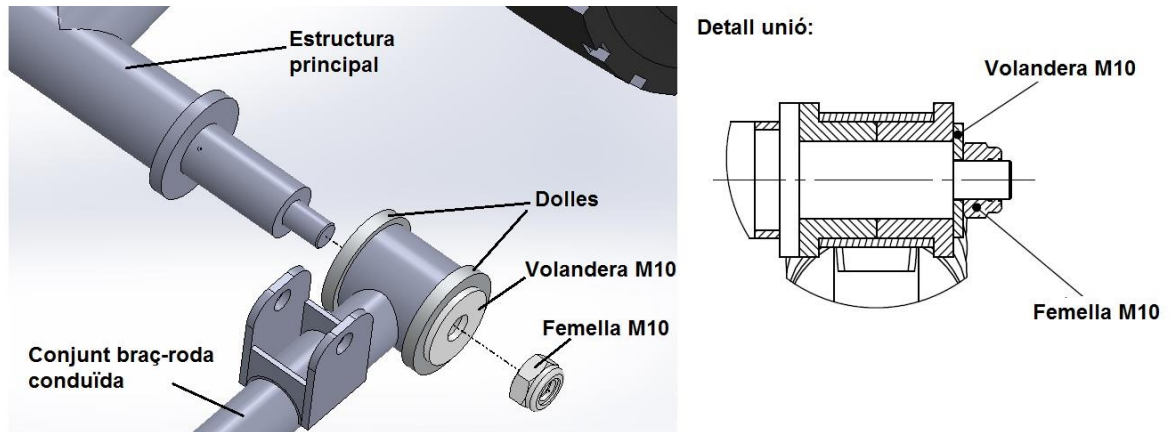

Figura PC-12. Imatge i detall de la unió entre el conjunt braç-roda i l'estructura principal
3. Unió dels quatre conjunts de l'aparat anterior a l'estructura. Aquestes unions són mòbils ja que han de permetre la pujada o baixada del conjunt (Braç-Roda conduïda) per tal de superar els possibles obstacles o imperfeccions del terreny. Per aquest motiu, es realitzen mitjançant dues dolles d'alumini (plànol 110.04.00) que es fixen a l'estructura principal mitjançant una femella autoblocant de M10, tal i com es veu a la figura PC-12.